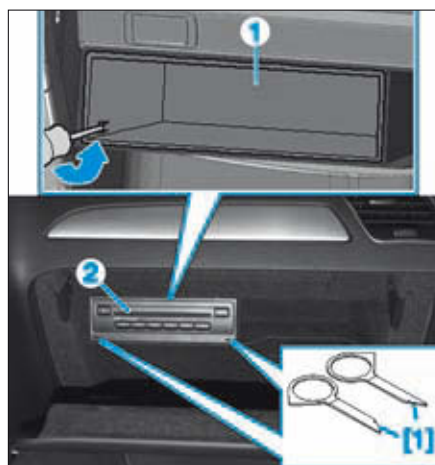

FIG. 9
- [1]. Outil de dépose des autoradios (réf Audi : T10057) (Fig.9).
- Selon équipement, retirer le casier (1) ou le chargeur CD (2) à l'aide des outils [1] (Fig.9).